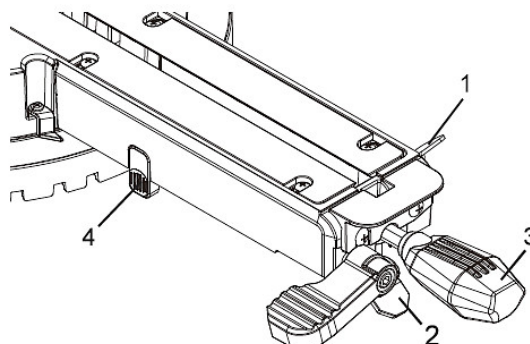

Abb. 37: Schnellnockenverriegelungshebel
8.8 Schnell-Nocken-Tischverriegelungsanwendung (Abb. 37)
Gehrungsarretierungsüberbrückung (Abb. 37)